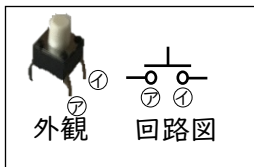
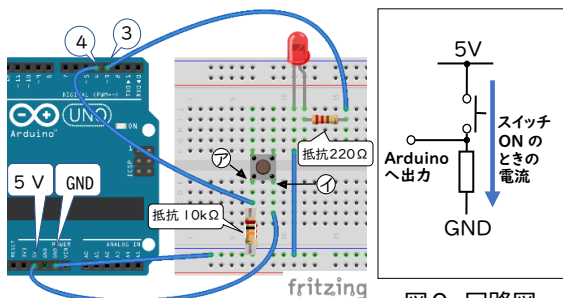

図7 タクトスイッチ
図8 スイッチを用いた回路
前項ではLEDが自動的に点滅を繰り返したが、タクトスイッチを用いることで人間が意図したタイミングで動作させることができる。回路作成では、図7の外観の⑦、⑧と回路図の⑦、⑧が対応することに注意し配置する(図8)。